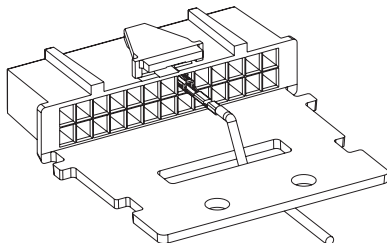

Рисунок 2a. Разгрузочное приспособление для провода
2. Проведите провод с контактным наконечником через разъем, как показано на *рис. 2a*, или, в случае подключения к мобильной радиостанции нескольких аксессуаров, проведите провода, как показано на *рис. 2b*, и после выполнения шага 3 стяните кабельной стяжкой.